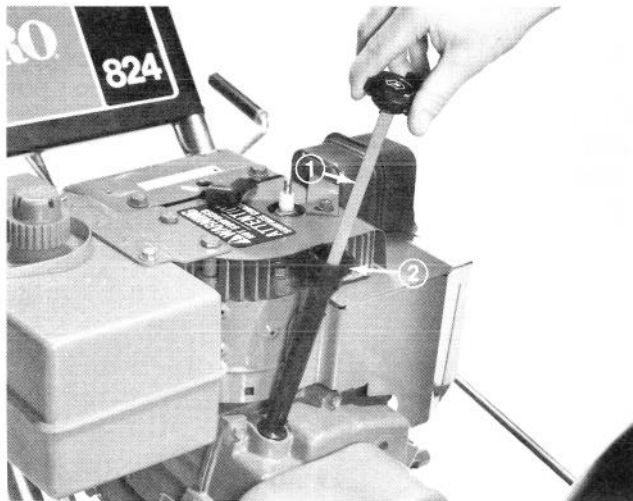

Figure 14
3. Sortez la jauge à huile du carter-moteur (Fig. 14).
4. Versez lentement de l'huile à moteur SAE 5W-30 ou SAE 10 dans le trou de remplissage (Fig. 14) en vous guidant sur le tableau de remplissage ci-après. Le moteur peut utiliser toute huile à moteur détergente de haute qualité portant la mention de l'American Petroleum Institute (API) Service SC, SD ou SE.